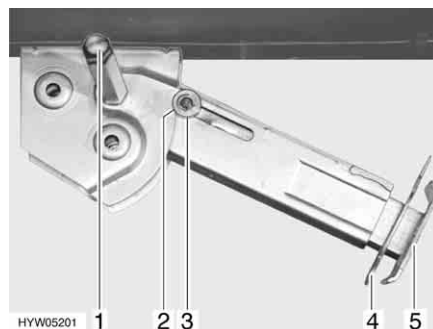

Fig. 49 Piedino di stazionamento
- Inserire la chiave a tubo nell'esagonale (Fig. 49,1) e ruotare fino a quando il piedino di stazionamento non si trova in posizione verticale verso il basso.
- Estrarre la copiglia (Fig. 49,4) dal prolungamento dell'estremità del piedino (Fig. 49,5).
- Inserire la chiave a tubo nell'esagonale (Fig. 49,1) e ruotare fino a quando il piedino di stazionamento non si stacca dal terreno.
- Spingere completamente all'interno il prolungamento dell'estremità del piedino (Fig. 49,5) e inserire la copiglia (Fig. 49,4) nel foro apposito.
- Ruotare la chiave a tubo nell'esagonale (Fig. 49,1), fino a quando il piedino di stazionamento non è sollevato verso l'alto e la guida (Fig. 49,3) è rientrata totalmente nell'intaglio (Fig. 49,2).